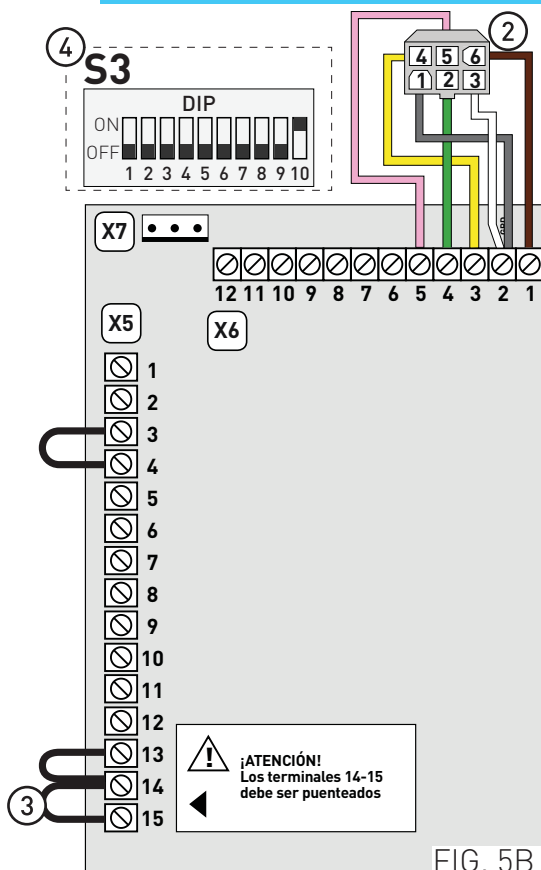

FIG. 5B
- ② Vuelva a cablear el borne AMP0172168 como se muestra en la Fig. 5B;
- ③ Conecte con puente los bornes 14-15;
- ④ configure el DIP10 en ON.